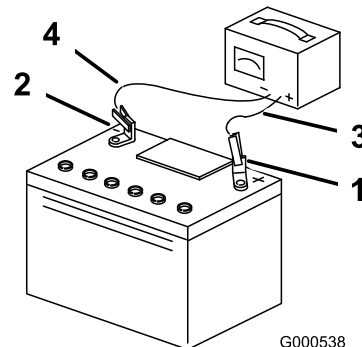

Figura 48
3. Quando la batteria è completamente carica, staccate il caricabatterie dalla presa elettrica e scollegate i cavi di ricarica dai poli della batteria (Figura 48).